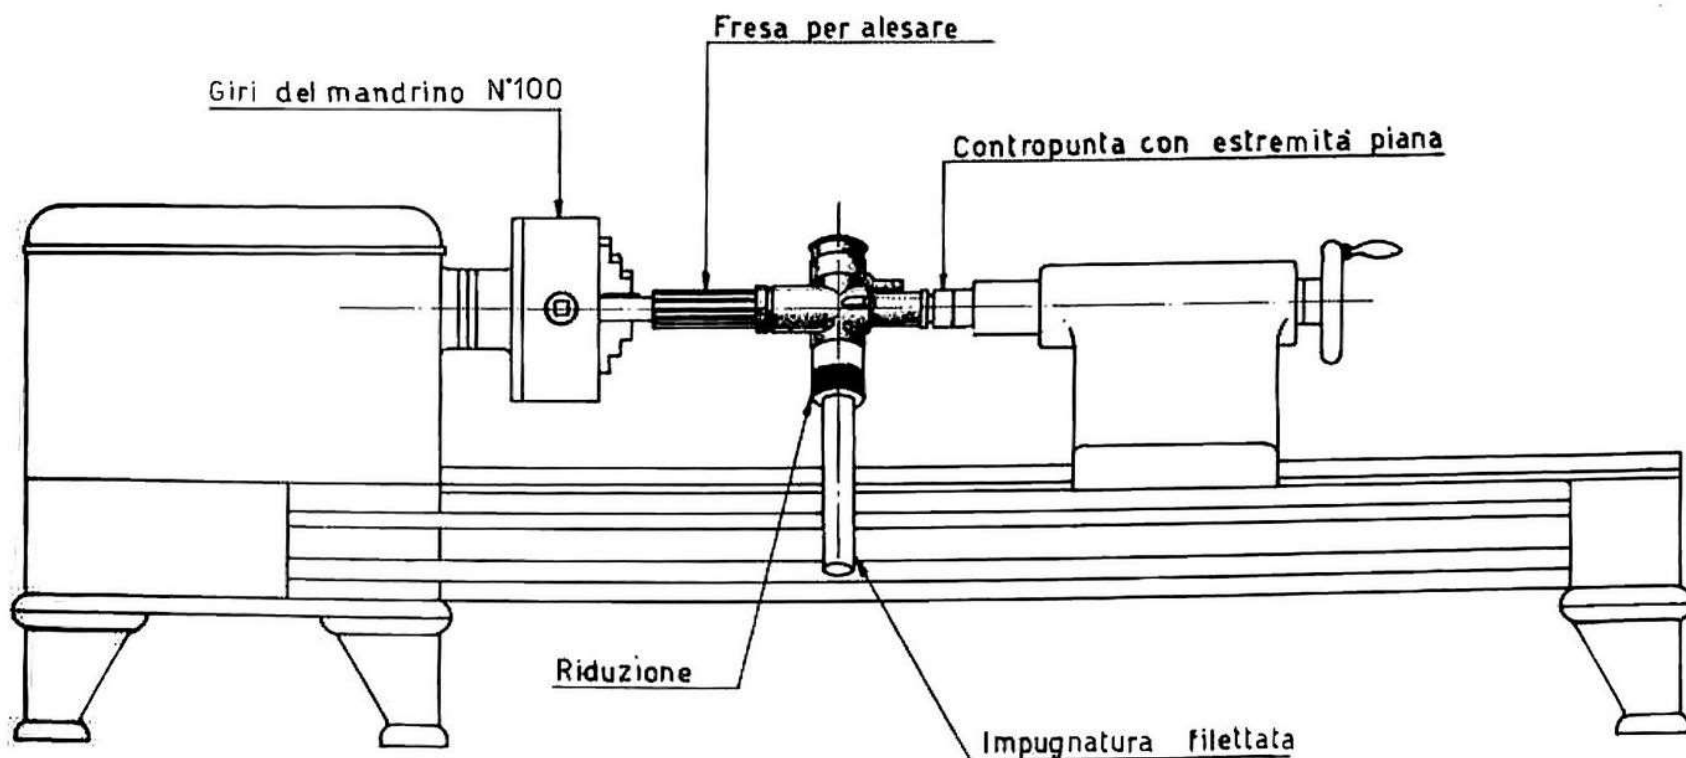

Fig. 107 - Alesatura della camera miscela del carburatore.
2) Prendere la fresa con guida anteriore n. 03.20884 per la prima operazione d'imbocco e montarla sull'autocentrante del tornio come mostrato nella fig. 107, assicurandosi della sua centratura.